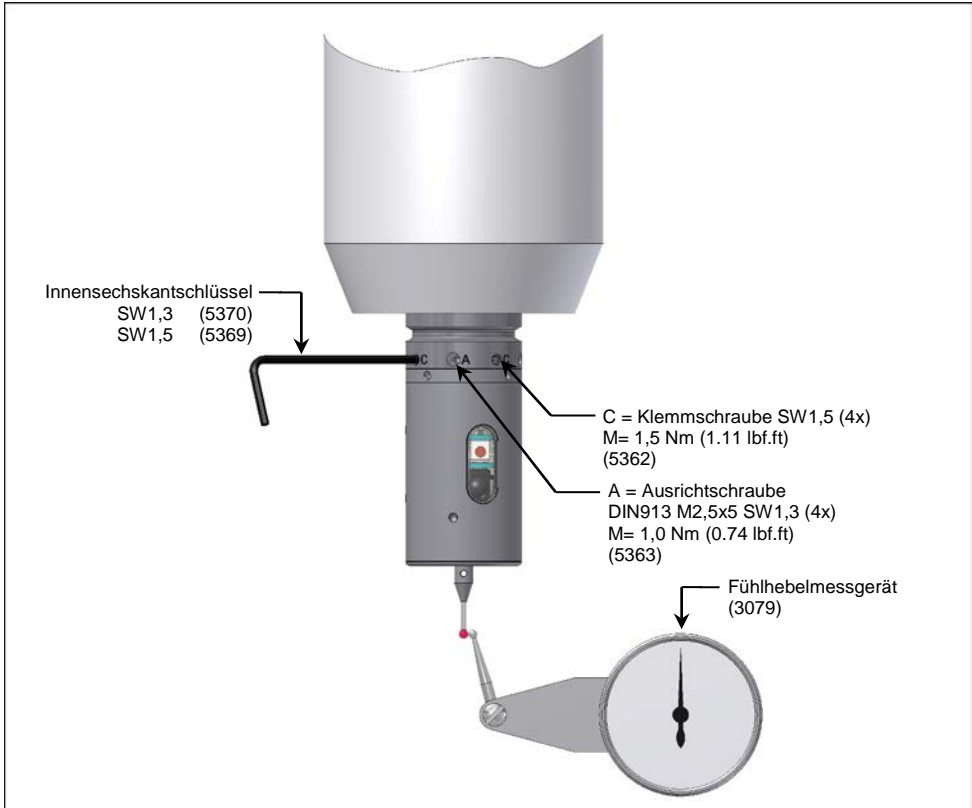

Abb. 8 Taststift ausrichten zur Spindelmitte
1. Klemmschrauben C (Abb. 8) (4x) lösen und mit mittlerer Kraft wieder anziehen.
2. Messtaster mittels der Ausrichtschrauben A (Abb. 8) (4x) auf $<20\mu\text{m}$ ausrichten.
3. Klemmschrauben C (Abb. 8) (4x) etwas fester anziehen.
4. Messtaster mittels der Ausrichtschrauben A (Abb. 8) (4x) auf $<5\mu\text{m}$ ausrichten.
5. Klemmschrauben C (Abb. 8) (4x) anziehen.
6. Ausrichtschrauben A (Abb. 8) (4x) gegeneinander anziehen.